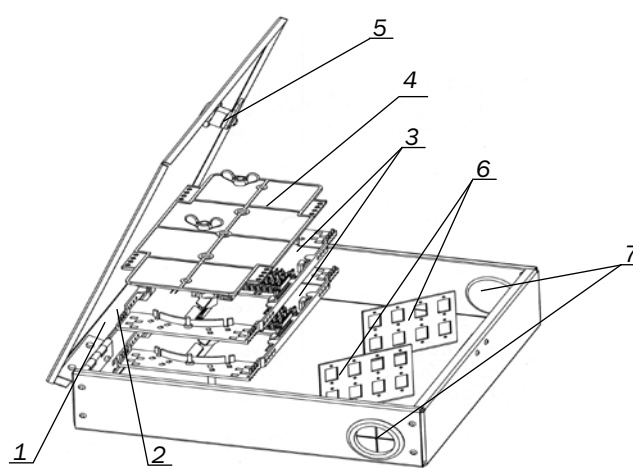

Рис. 2.4. Комплектация шкафа ШКОН
**2.2.2.** Шкафы ШКОН поставляются со следующей комплектацией: шкаф в сборе, комплект деталей для монтажа кабеля, паспорт (Рис. 2.4). Перечень установочных компонентов и принадлежностей показан в Приложении 1.